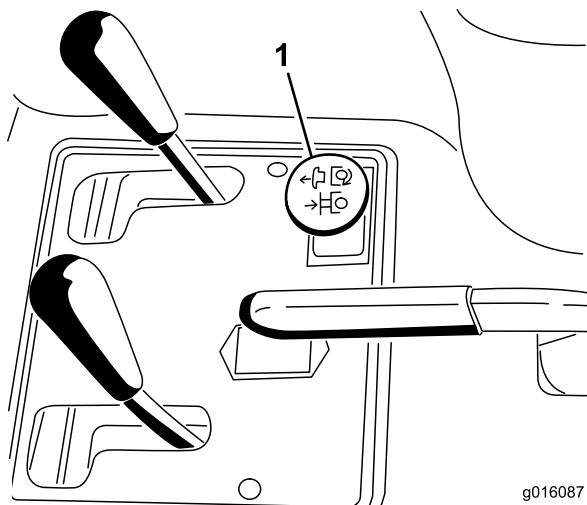

Figure 12
3. Engagez la lame en tirant sur le bouton de commande hydraulique à distance (Figure 12).
- Désengagez la lame en appuyant sur le bouton de commande hydraulique à distance (Figure 12).